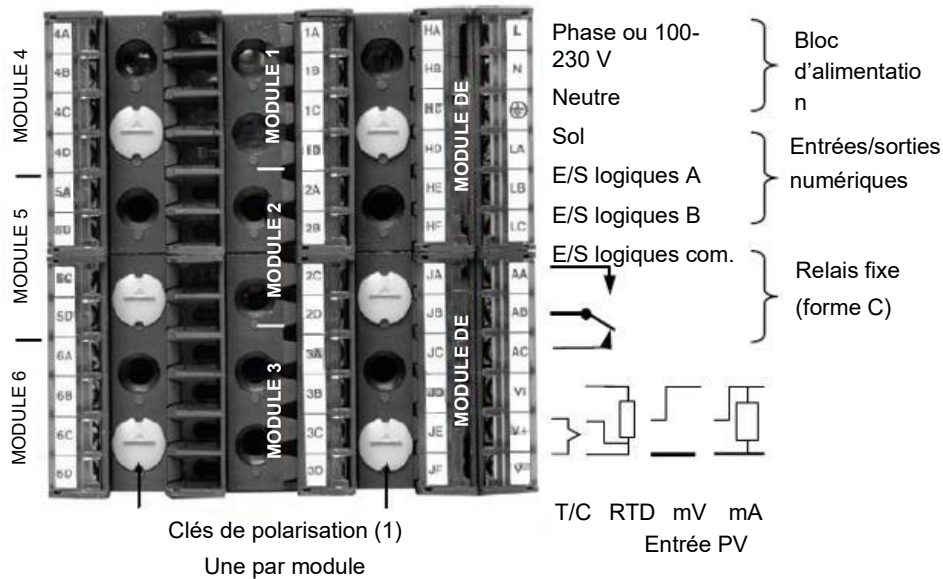

Figure 2-6 : Schéma de raccordement des bornes du régulateur de température Eurotherm 3504
1. Consultez le tableau 2-1 ci-dessous et connectez les fils appropriés aux bornes du régulateur de température indiquées. Reportez-vous aux brochages du régulateur de température illustrés à la Figure 2-6 pour localiser les bornes requises. Reportez-vous également à l'annexe A pour obtenir des instructions pour modifier l'adresse Modbus du régulateur de température, pour modifier le débit en bauds et pour obtenir une liste des adresses de données Modbus actives pour le régulateur. De plus, les documents mentionnés dans cette annexe fournissent des informations de communication supplémentaires liées à Modbus.